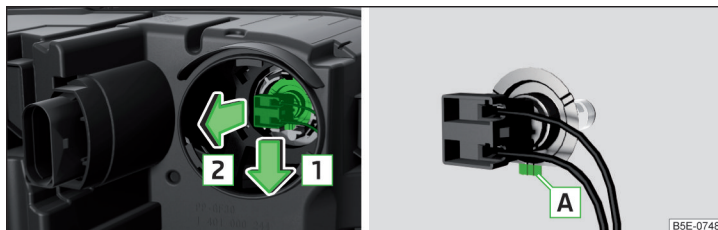

Fig. 359 Cambiar la bombilla de la luz de carretera.
- Liberar el conector con la bombilla en el sentido de la flecha **1** » fig. 359.